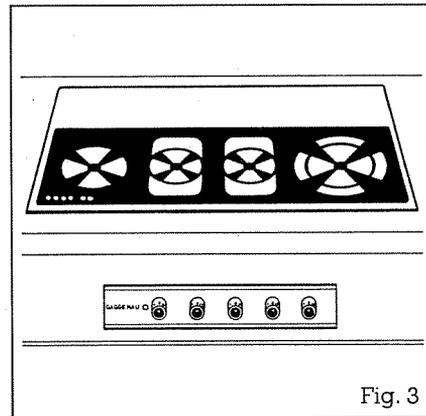

Fig. 3
- El panel de mando ha sido previsto para su montaje en la placa frontal del armario inferior (fig. 3).